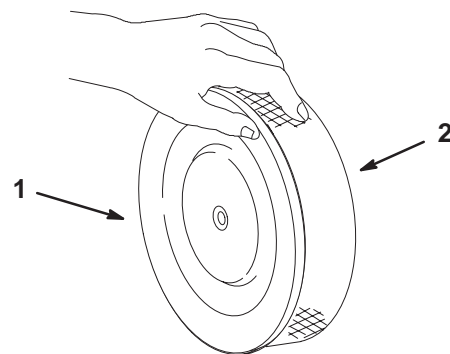

Figure 35
1. Tapotez doucement l'élément sur une surface plane pour faire tomber la poussière et la saleté (Fig. 35).